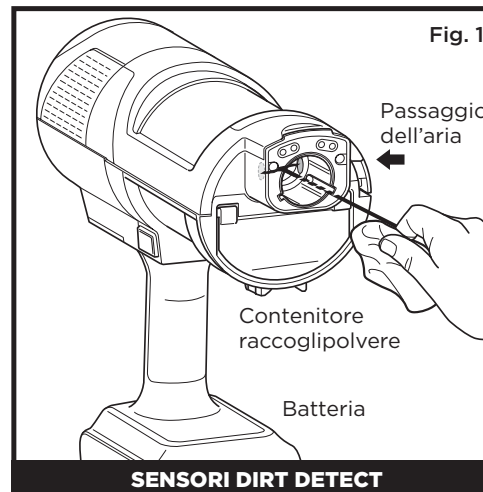

Fig. 1
Pulizia dei sensori (Fig. 1):
2. Localizzare il sensore DirtDetect nella bocchetta dell'aspirapolvere manuale (Fig. 1), il sensore LightDetect sulla parte superiore della bocchetta (Fig. 2) e il sensore EdgeDetect sulla parte laterale della bocchetta (Fig. 3).